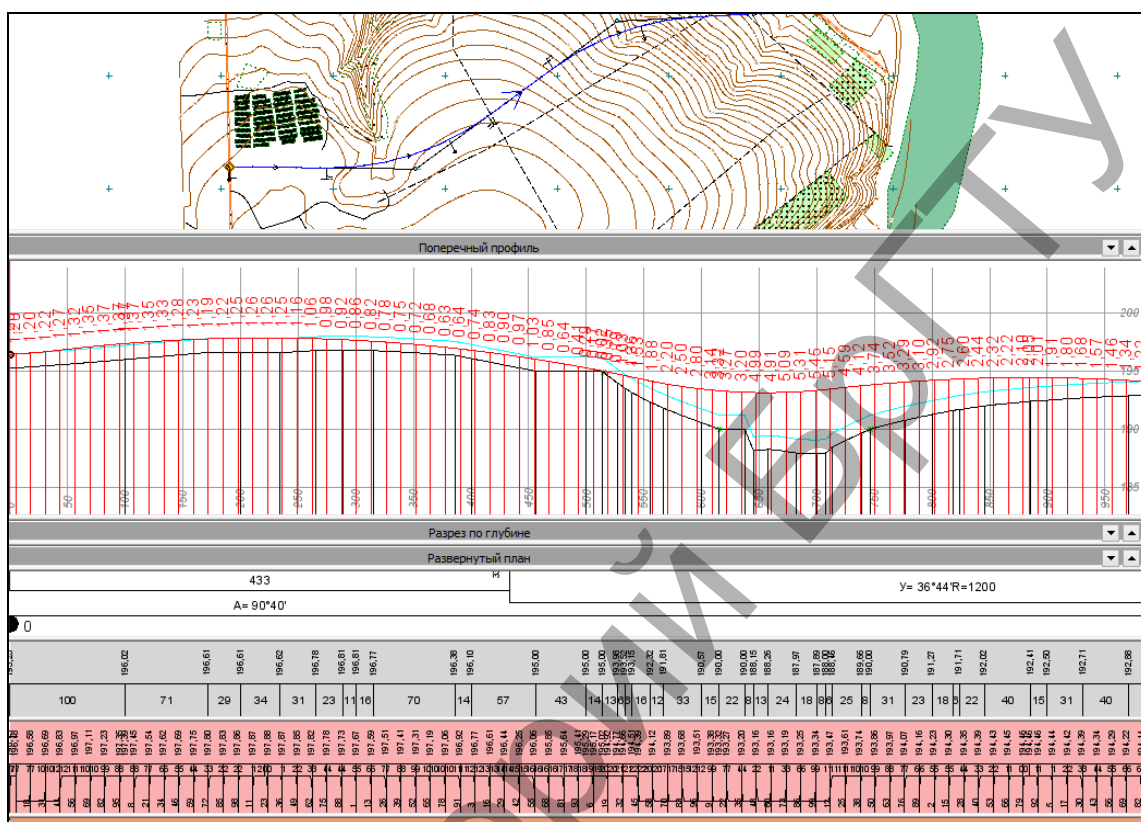

Рисунок 36
7. Отчет о выполнении работы. Результатом работы является продольный профиль автомобильной дороги, запроектированный с помощью оптимизации (Рис. 36).